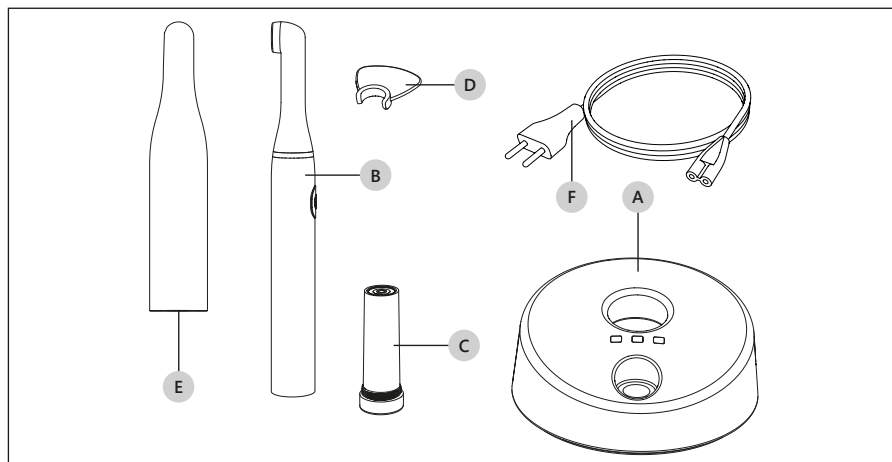
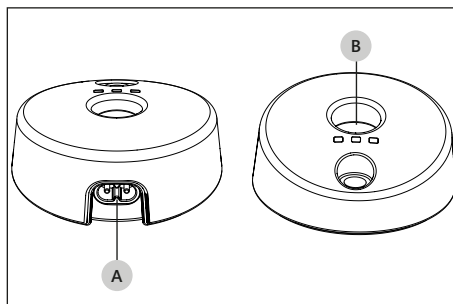

Figura 5 – Elenco dei Componenti
Figura 6 – Base di ricarica.
ⓘ ATTENZIONE: Ricaricare la batteria utilizzando esclusivamente la stazione di ricarica Mectron (Figura 5 a pagina 8 - Rif. A). Non tentare la ricarica con cariche batterie generici. Pericolo di esplosioni e di incendio.
Fare riferimento alla Figura 5 a pagina 8:
⚠ PERICOLO: Non introdurre oggetti metallici nel portamanipolo della stazione di ricarica (Figura 6 a pagina 10 - Rif. B) quando l'apparecchio è acceso.
2. Inserire il cavo di alimentazione dell'energia elettrica (Figura 5 a pagina 8 - Rif. F) nella connessione posta sul retro dell'apparecchio (Figura 6 a pagina 10 - Rif. A) e quindi nella presa a muro. Il LED verde "power" si accenderà (Tabella 1 a pagina 11 - Rif. A).
1. Inserire il manipolo, completo di modulo batteria, dentro la sede della stazione di ricarica (Figura 6 a pagina 10- Rif. B). Il LED giallo battery si accende (Tabella 1 a pagina 11 - Rif. B).
1. Inserire il manipolo dentro la sede della stazione di ricarica (Figura 6 a pagina 10- Rif. B). Il LED giallo battery si accende (Tabella 1 a pagina 11 - Rif. B).
ⓘ ATTENZIONE: Ricaricare la batteria utilizzando esclusivamente la stazione di ricarica Mectron (Figura 5 a pagina 8 - Rif. A). Non tentare la ricarica con carica batterie generici. Pericolo di esplosioni e di incendio.